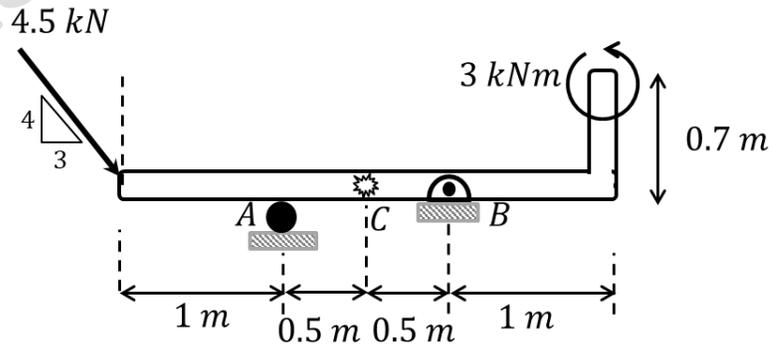

Fig. 8.4.
8.2.- La viga de la Fig. 8.4 soporta la fuerza de 4.5 (kN) y el par de fuerzas de 3 (kNm) aplicado al puntal soldado de 0.7 (m) al extremo de la viga. Determinar la fuerza axial, cortante y torque flector en la sección equidistante de A y B.